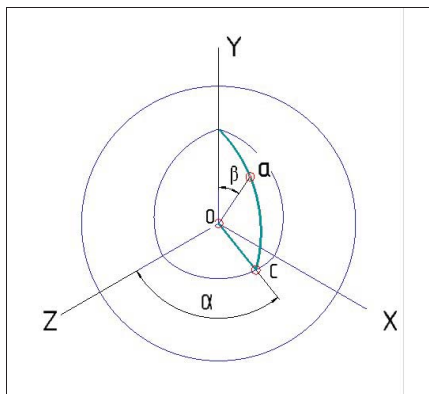

Рис. 20.18. Построение точки
- ◆  — **Сферическая**. Начало сферической системы координат R, A, B совпадает с началом координат точки (рис. 20.18). Значение координаты A определяет азимутальный угол (альфа). Он отсчитывается в плоскости XY от оси X против часовой стрелки. В плоскости XY проводится луч AC под азимутальным углом к оси X . Значение координаты B определяет зенитный угол (бета). Он отсчитывается от оси Z в плоскости, которая проходит через ось Z и луч OC . Значение координаты R определяет расстояние от точки до начала координат;